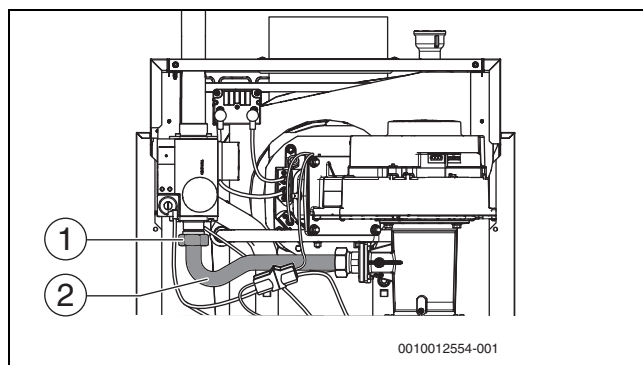

Рис. 44 Накидная гайка на газовой трубе
- ▶ Отверните накидную гайку (→ рис. 44, [1]) газовой трубы (→ рис. 44, [2]).